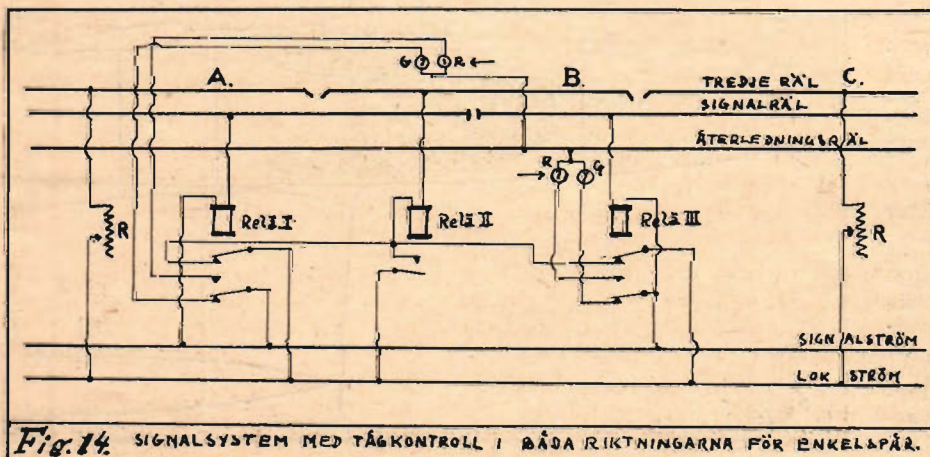

Fig. 14. SIGNALSYSTEM MED TÅGKONTROLL I BÅDA RIKTNINGARNA FÖR ENKELSPÅR.
mekaniska kontaktanordningar. Nu har man lyckats på ett ganska enkelt sätt (fig. 14). En extra kontrollsträcka (B) erfordras i tredje rälen (eller luftledningen). Denna sträcka bör vara lång nog att stoppa ett lok på ömse sidor om det ställe, där signalrälén är isolerad. Matningen av ström till denna kontrollsträcka regleras av reläerna I och III samt av ett extra relä II. Lagom ström till blocksträckorna regleras av en reostat R. Reläerna I och III kontrollerar inte bara den korta sträckans tredje räl, utan även ljussignalerna. Reläet II är kopplat i serie med lokströmkretsen.
Om ett tåg kör från vänster till höger slår relä I till, och då det kommer till kontrollsträckan, får denna ström genom den övre kontakten på relä III. Relä II påverkas! Så länge tåget befinner sig på kontrollsträckan, hålles relä II:s kontakt slutet, och förhållandet att tåget upptager delar av båda blocksträckorna A och C hindrar ej körningen. Men om nu tåget kommer in på kontrollsträckan, och ett annat tåg befinner sig på C-blocket, får den förstnämnda ingen ström, eftersom både relä I och III står öppna och därmed ingen chans finns för relä II att påverkas. På detta sätt skyddas både motsatta och efter varann följande tågrörelser. Den i fig. 14 visade kopplingen är lokal och måste upprepas vid varje signal. Det är dock möjligt att använda ett relä (för lokström), som kontrollerar båda ändarna av en blocksträcka. Om till exempel relä I hade ännu en uppsättning kontakter kunde denna kontrollera strömmen till ett relä (av samma sort som relä II) i vänstra ändan av blocksträckan A lika väl som relä II på figuren. Det finns en nackdel hos systemet. Om två tåg samtidigt från motsatta håll inkommer på samma blocksträcka fungerar det ej, men hur ofta händer det? Åtminstone skulle det aldrig behöva inträffa. Hur som helst är kopplingsschemat enkelt,